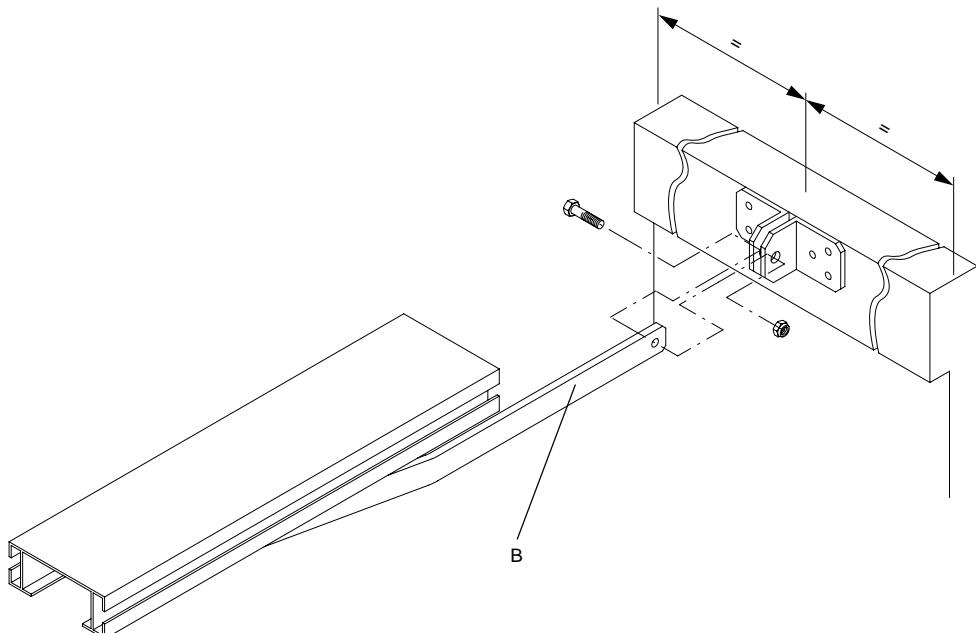

Fig.12
4.3 Fissare le squadre del braccio guida sulla mezzeria della porta tenendosi a filo dello spigolo superiore (fig. 12).
4.4 Collegare il braccio di traino B alle squadre tramite la vite ed il dado auto bloccante M6 (in dotazione) evitando di bloccare il braccio stesso (fig. 12).
4.3 Secure the guide arm squares to the door center line, at the top corner. Fig. 12.
4.4 Connect the drive arm B to the squares through the screw and the self-blocking nut M6 (included in the supply) without clamping the arm itself (fig. 12).
4.3 Die Winkelmaße des Führungsarmes an der Mittellinie des Tores befestigen und sich dabei dicht an der oberen Kante halten (Bild 12).
4.4 Den Zugarm B mit den Winkelmaßen mittels der mitgelieferten Schraube und der selbstsperrenden Mutter M6 verbinden und dabei vermeiden, den Arm zu sperren (Bild 12).
4.3 Fixer les équerres du bras de guidage sur le milieu de la porte en vous tenant au ras de l'arête supérieure (fig. 12).
4.4 Fixer le bras de traction B à l'équerre au moyen de la vis et de l'écrou auto bloquant M6 (en dotation) en évitant de bloquer le bras même (fig. 12).
4.3 Fijar las escuadras del brazo guía sobre el centro de la puerta ajustándose a la arista superior del tubo (fig.12).
4.4 Acoplar el brazo de tracción B a la escuadra mediante el tornillo y la tuerca autoblocante M6 (suministrada) evitando bloquear al propio brazo (fig.12).